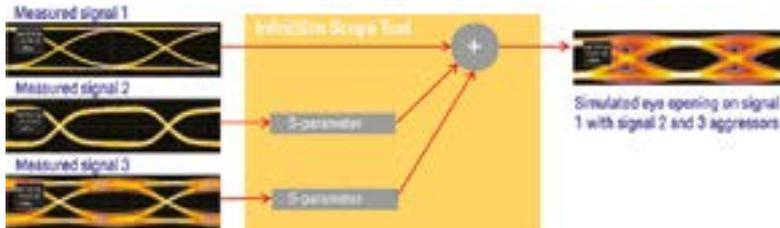

Figura 2. Simulación de líneas de datos en serie con tres señales.
**Simulación de líneas de datos en serie:** se puede utilizar un analizador vectorial de redes (VNA) para caracterizar la diafonía entre líneas de datos en serie en forma de modelos de parámetros S. A continuación, se emplean un osciloscopio con herramientas de software y los modelos de parámetros S adquiridos para simular la distorsión de la forma de onda en la señal víctima. En la Figura 2 se muestra un ejemplo de medida de tres señales, donde la primera es la señal víctima, mientras que la segunda y la tercera son señales agresoras. Seguidamente se pueden aplicar los parámetros S para determinar qué proporción de los componentes de diafonía que afectan a la primera señal víctima procede de cada una de las señales agresoras. Las tres señales pueden combinarse para simular la apertura de ojo de la primera señal víctima. Este método solo puede emplearse durante la simulación y precisa de una o varias fuentes conocidas de diafonía. No resulta práctico cuando se intenta identificar una fuente real de diafonía para un diseño o eliminar la diafonía para determinar el margen de mejora.